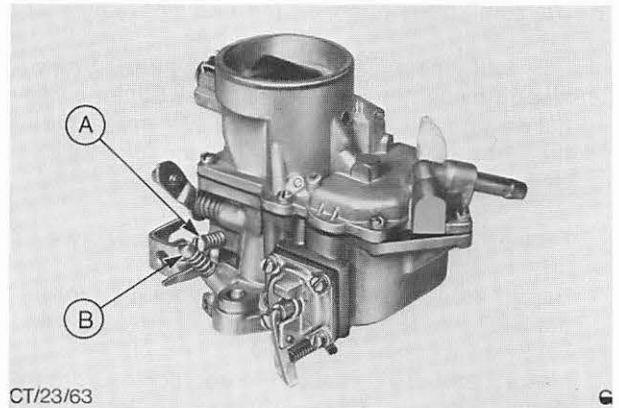

Abb. 34 A-Vergaser (MOTORCRAFT-Einfach-Vergaser mit Choke-Zug und Leerlauf-Umgemischsystem)
2. Leerlaufdrehzahl und Gemischregulierung einstellen. Abb. 34.